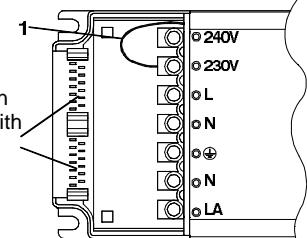

Figure: 2
Die Versorgungseinheit ist bei Standardgeräten (230-240V) für 230V/50Hz Netzspannung vorverdrahtet. Bei 230-250V Typen ist 250V/50Hz vorverdrahtet. Änderung auf andere Netzspannung (siehe Gerätetaufdruck) kann intern vorgenommen werden (s. Bild 2).
Zuerst Netzspannungswahl treffen. Leiter (1) auf gewünschten Netzspannungsanschluß umklemmen (siehe Bild 2). Nach dem Anschließen der Leitungen an den Klemmen (3) müssen beide Drücker der Zugentlastung (4) in die Führung (5) eingesetzt und bis zur vollen Wirkung niedergedrückt werden. Danach den Deckel (2) bis zum Einrasten montieren (siehe Bild 1).
The standard gear box (230-240V) is prewired for 230V/50Hz voltage. The gear box 230-250V is prewired for 250V/50Hz. A change to an other voltage (shown on the gear box) can be made internally (Figure 2).
Choice of voltage. Fix cable (1) to the right voltage, refer Fig 2. After connecting the cables at the terminals (3) the strain relief blocks (4) have to be fitted to the strain relief (5) and completely pushed down. Now you have to mount the cover (2) until it is engaged, refer Figure 1.